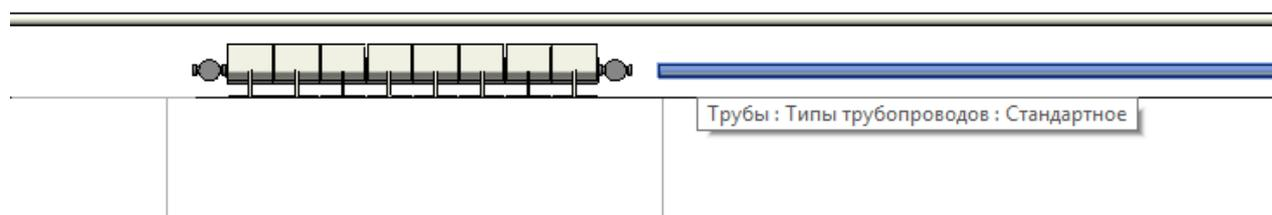

Рисунок 5.19 Прокладка магистральных трубопроводов
5. Проложить подающие и обратные трубопроводы с заданием необходимых диаметров и смещения (рисунок 5.19).